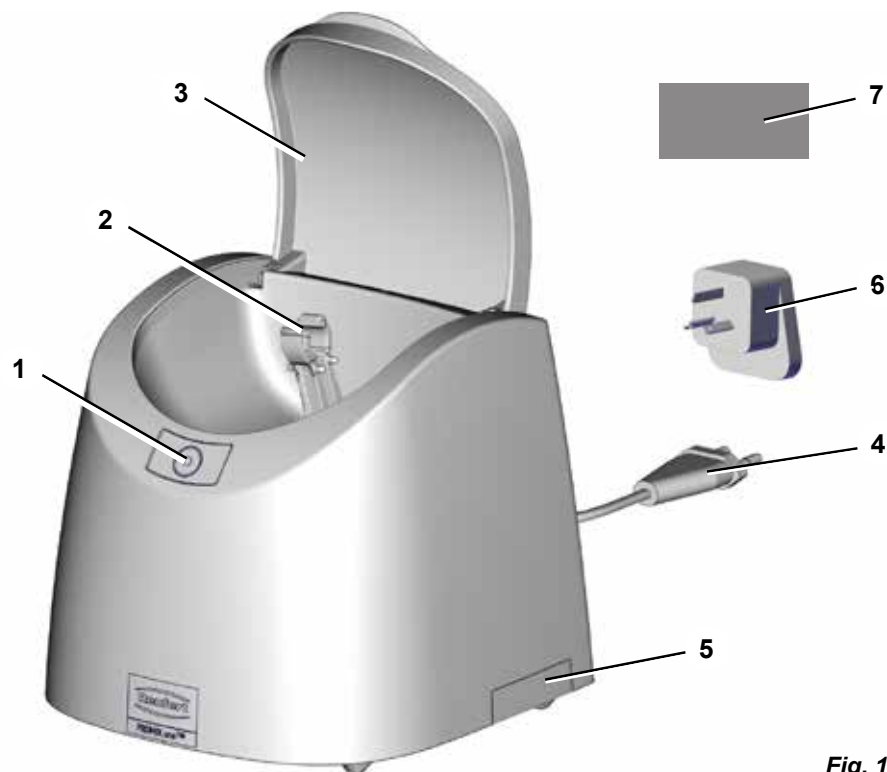

Fig. 1
- ⇒ Rul netkablet ud (4, Fig. 1), og sæt netstikket i bygningsinstallationens stikdåse.
Du får yderligere informationer via QR-koden, der sidder t.h. på apparatets midte (service mærkat) (5, Fig. 1).